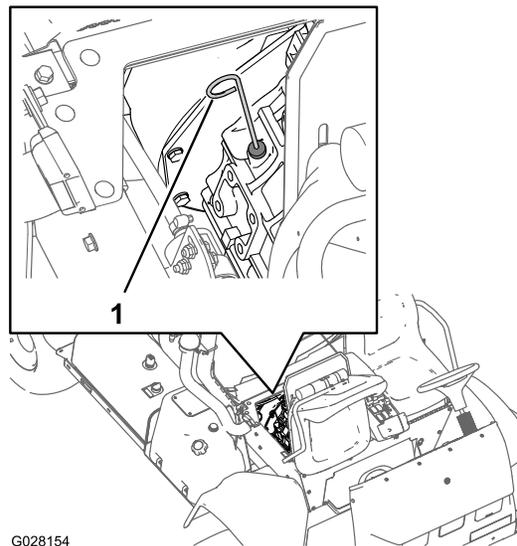

Рисунок 68
2. Извлеките масломерный щуп, расположенный под сиденьем пассажира, и протрите его чистой ветошью (Рисунок 68).